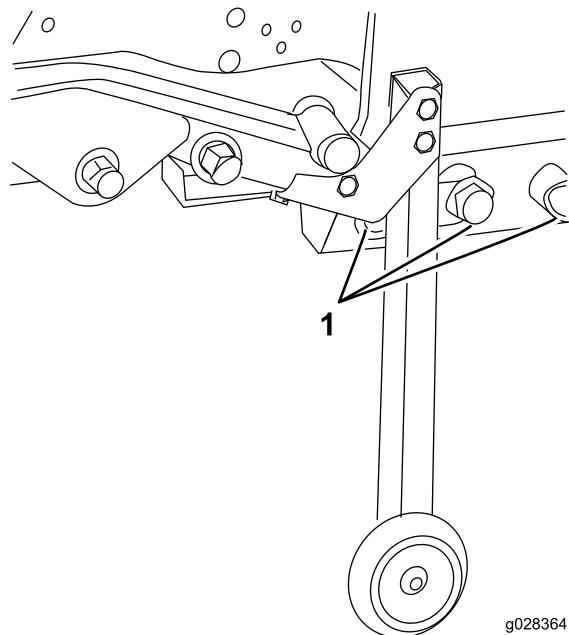
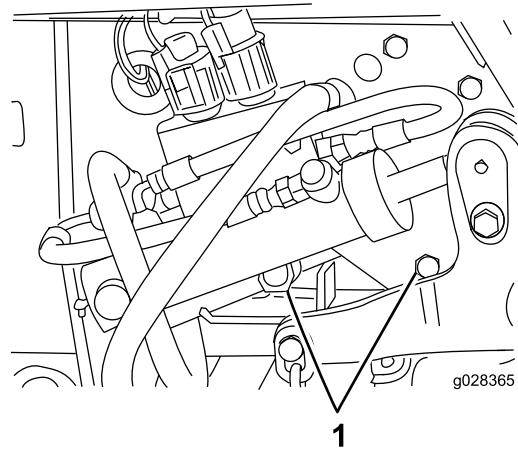

図 38
図 39
15. デッキフレームを後フレームに固定しているボルト $3/4$ インチ、ワッシャ、ナット左側に3組、右側に2組を外す 図 38 と 図 39。